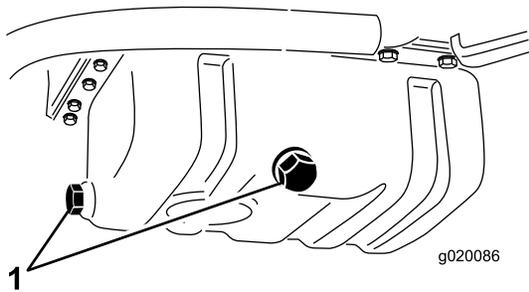

Bild 53
2. Entfernen Sie eine der Ablassschrauben (Bild 53) und lassen Sie das Öl in die Auffangwanne ab. Schrauben Sie die Ablassschraube wieder ein, nachdem das Öl abgelassen ist.